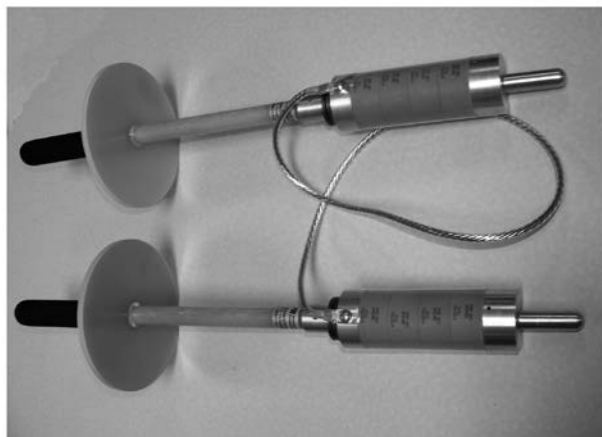

Ilustración 170
1. Antes de utilizar la herramienta de resistores de descarga de manija doble, verifique que el conductor esté firmemente conectado entre cada conjunto de resistor de descarga según se muestra en la Ilustración 170 .